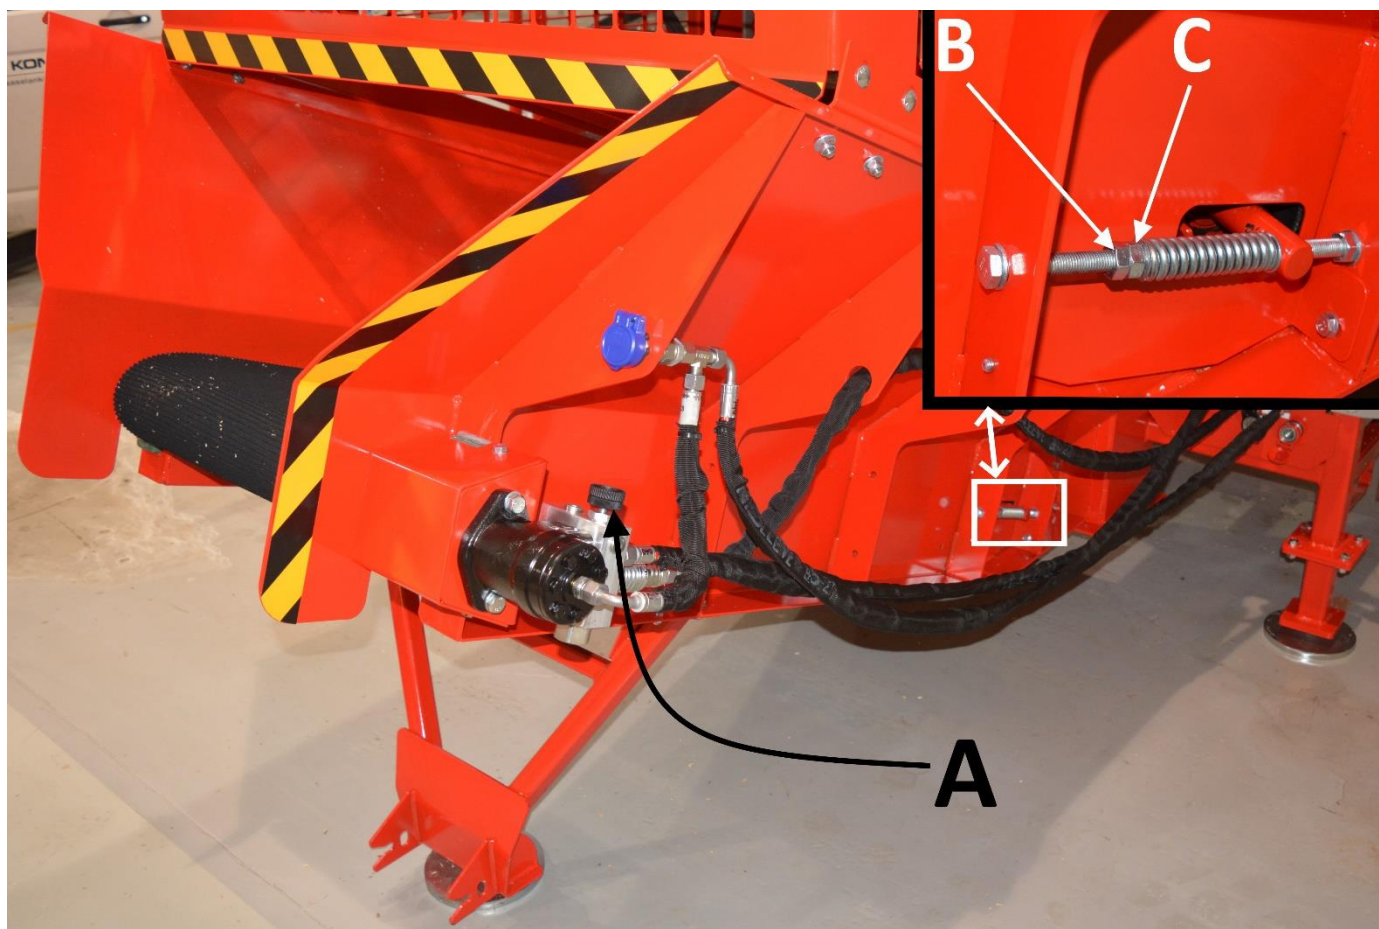

Bild 29.
Du kan justera utmatningstransportörens rotationshastighet steglöst med ställskruv A (bild 29). Om transportören av någon orsak fastnar ska du stoppa utmatningstransportörens rotation med spak E (bild 9) och stanna maskinen innan du avlägsnar störningen. Om problemet finns i slutet av transportören, exempelvis om stocken fastnar mellan transportören och en eventuell tilläggstransportör, kan transportörens band backas en kort sträcka med spak E (bild 9).
1. Lossa på spännmuttern B på bild 29.
2. Spänn/lossa på bandet med muttern C på bild 29 (lika mycket på bägge sidor av bandet). Om bandet går snett, lossa på muttern C (i förhållande till fjädern) på den sida av bandet åt vilket håll du vill att bandet ska vända sig.